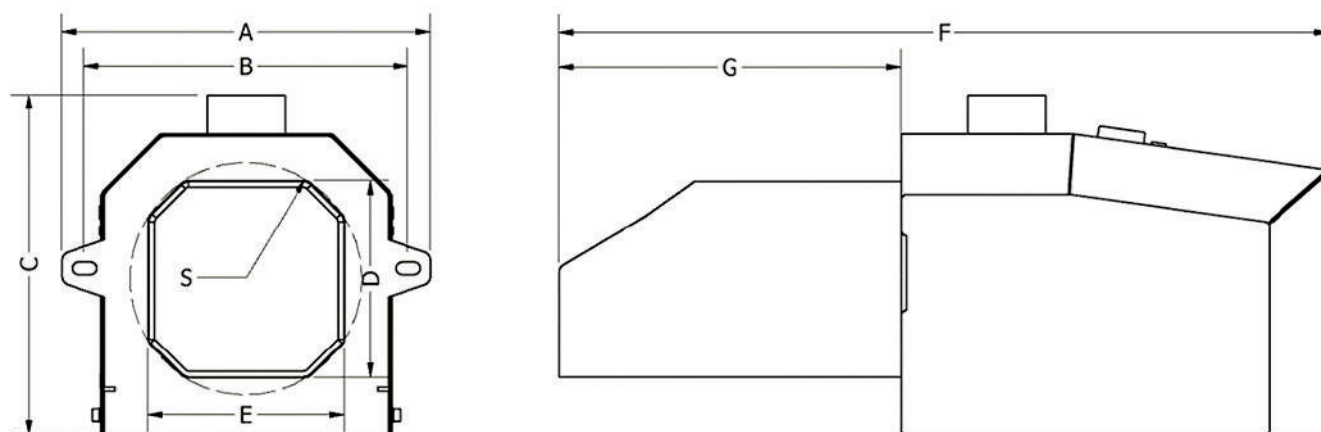

Рисунок 8. Габаритные и присоединительные размеры Горелок UNITECH 25-100 кВт
- Д) отмерить и отрегулировать длину подающего устройства пеллет, не забывая при этом, что угол между основанием и трубой подающего устройства не должен превышать 45° (см. рис.8);
- Е) подвесить подающее устройство на цепочке. (см. рис. 8);